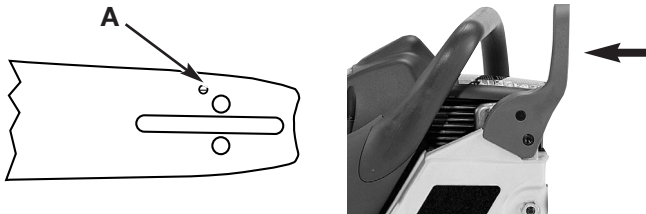

Fig. 17
MISE EN GARDE: Pour s'assurer que la chaîne et guide-chaîne soient huilés, UTILISER EXCLUSIVEMENT LE TYPE DE GUIDE-CHAÎNE D ORIGINE ayant un orifice pour huile (A) comme illustré ci-dessus (Fig. 17).
1. Assurez-vous que le levier du Chain Brake® n'est PAS ENGAGÉ (Fig. 17).